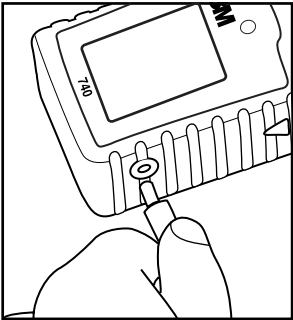

Fig. 32
- 1. Apague el equipo. Conecte la salida del cargador en el receptáculo cercano a la parte inferior del detector (Fig. 32).